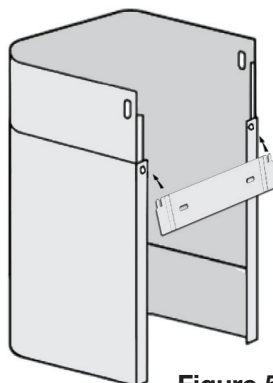

Figure 5
- Fixez le support inférieur à la cheminée inférieure (voir la figure 5).